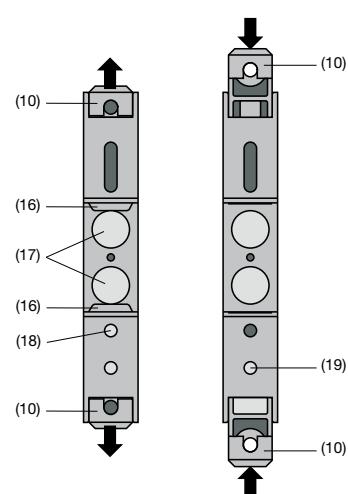

Bild 8. Gerätoboden.
Sodann die Befestigungslaschen (10) des Grenzwertmeters herausziehen (Bild 8, links). Dabei die Entriegelung (18) in den Geräteboden drücken.
Sollen die Befestigungslaschen wieder zurückgeschoben werden, dann muss man die Entriegelung (19) und die Befestigungslaschen (10) gleichzeitig in den Geräteboden drücken (siehe Bild 8, rechts).